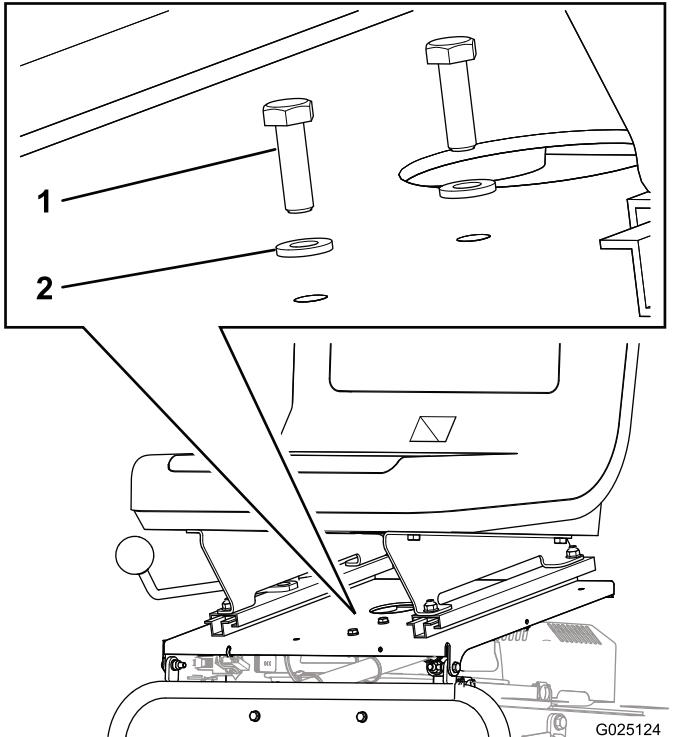

Figura 5
- Introduzca 2 tornillos (6 x 20 mm) con 2 arandelas (6 mm) desde arriba a través de los taladros de la parte superior de la base del asiento (Figura 5).